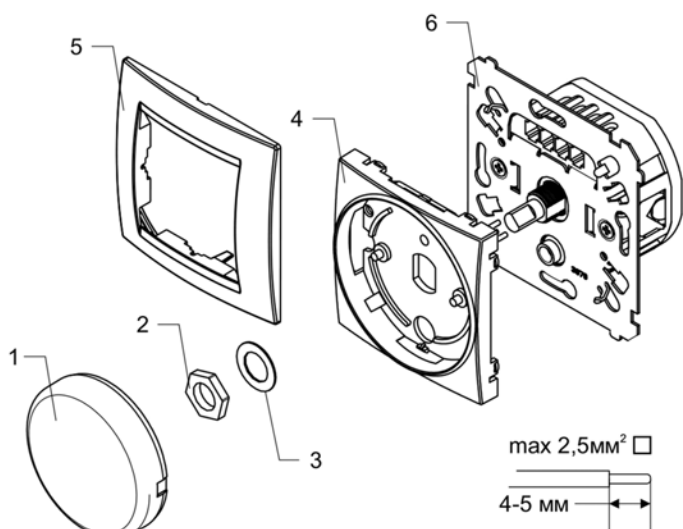

Рис. 4.
Снимите кнопку (1) (рис. 4.), открутите гайку крепления крышки (2), снимите шайбу (3) и накладку (4). Подключите регулятор (6) согласно схемам, приведённым выше (рис. 2-3.), далее собирайте в обратном порядке. Вставьте регулятор в монтажную коробку и закрепите его там. Установите на регулятор однопостовую / многопостовую рамку (5) (опционально)